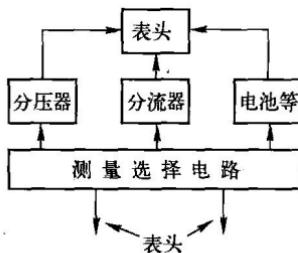

图 1-6 指针式万用表基本电路
指针式万用表的基本电路如图 1-6 所示，由 5 大部分组成：①表头及表头电路，用于指示测量结果；②分压器，主要用于测量交、直流电压；③分流器，主要用于测量直流电流；④电池、调零电位器等，用于测量电阻；⑤测量选择电路，用于选择挡位和量程。